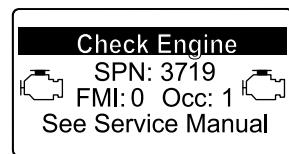

Рисунок 59
- Предупреждение о двигателе SPN 3719, FMI: 0 (Рисунок 59)